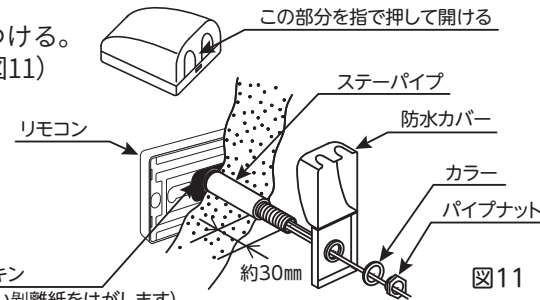

図11
3. ステーパイプにリモコンの中継コードを通し、リモコンにステーパイプをねじ込み、取り付ける。(図11)
4. ステーパイプが外壁面より30mmほど出るようにステーパイプのねじで長さを調節して、壁の穴に挿入する。(図11)
6. 屋外で、防水カバーのふたをあけ、防水カバー・カラーの順で中継コードとステーパイプに通す。(図11)
(締め過ぎに注意してください) (図11)